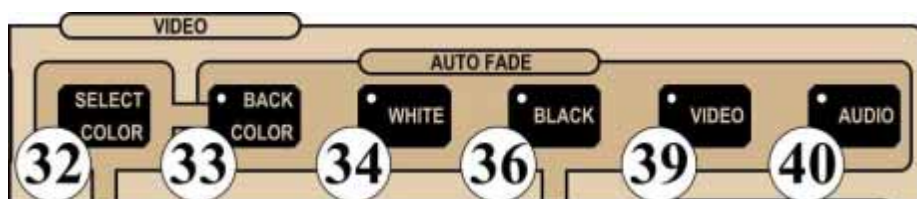

Рис.8 – Элементы управления функцией AUTO FADE
AUTO FADE – функция микширования сигнала выбранного входа с сигналом выбранного цветового фона. Данная функция выполняется с помощью кнопки [AUTO FADE](37) (См рис. 8). Возможно использование AUTO FADE для сигналов видео и аудио источников, как по отдельности, так и совместно с помощью кнопок [VIDEO](39) и [AUDIO](40). При каждом нажатии [AUTO FADE](37) сигналы источника и цветового фона будут замещать друг друга, а для сигналов звукового сопровождения уровень будет уменьшаться до минимального значения и при следующем нажатии [AUTO FADE] вернется в первоначальное значение. Светодиоды на кнопках (39) и (40) показывают выбранные режимы функции AUTO FADE.